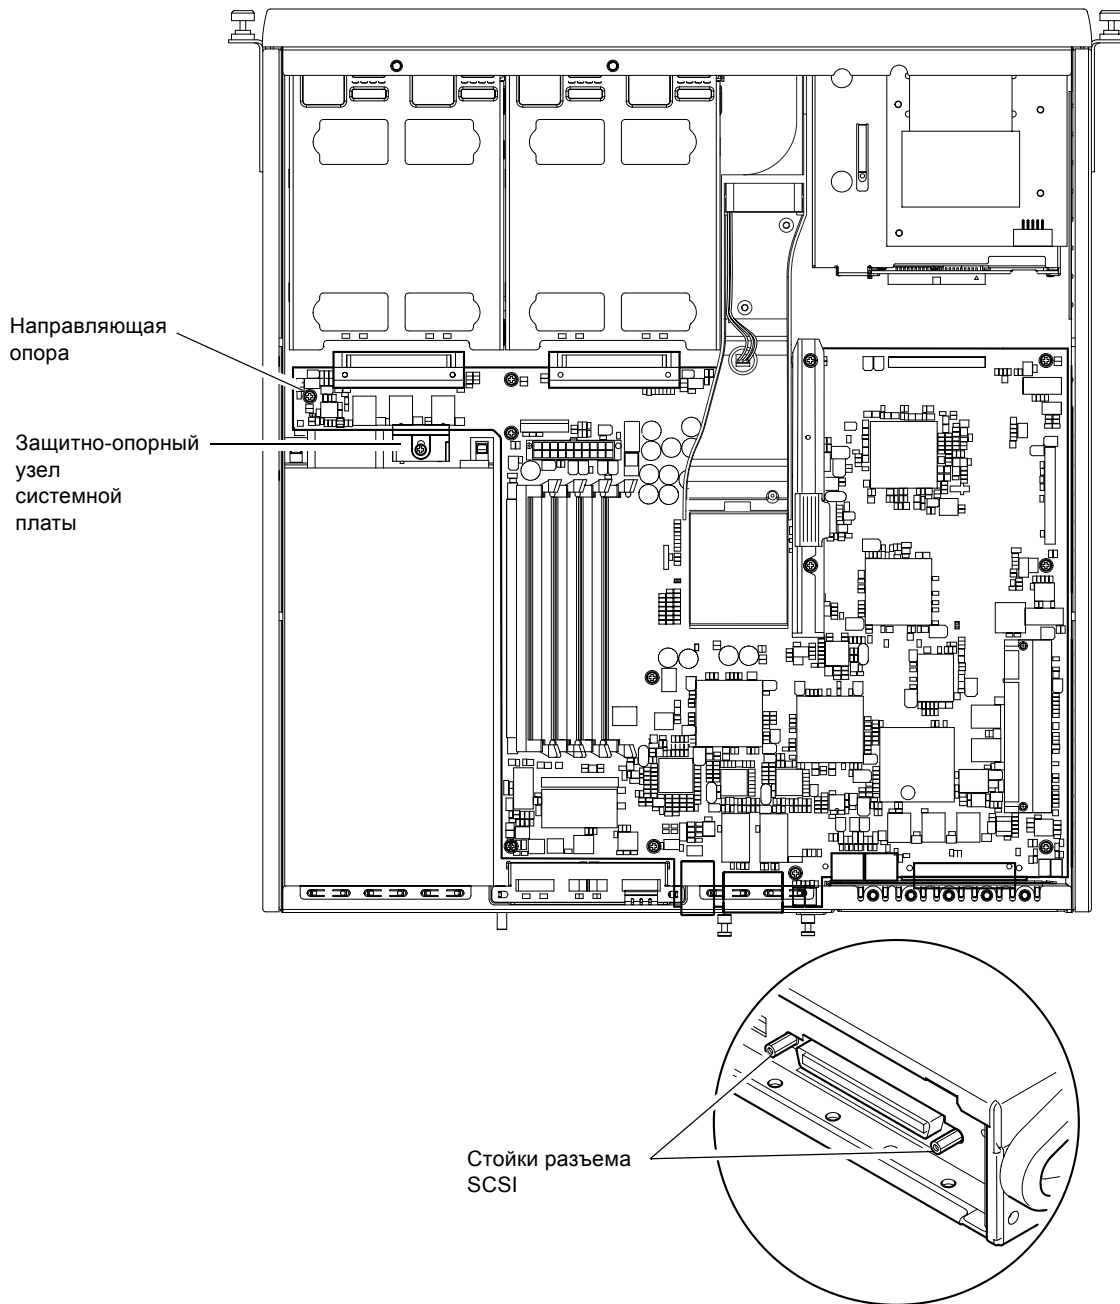

РИС. 11-7 Системная плата
10. Отверните винт защитно-опорного узла системной платы (между блоком питания и отсеком жесткого диска 1) и сдвиньте узел назад к источнику питания (см. РИС. 11-7).
11. Отверните и извлеките держатель платы PCI (см. РИС. 11-7).
12. Отверните все крепежные винты системной платы (см. РИС. 11-7).
13. Отверните стойки разъема SCSI на задней панели (см. РИС. 11-7).
3. Расположите системную плату на направляющей опоре между вентилятором блока питания и отсеком для жесткого диска 1 (см. РИС. 11-7).
4. Вставьте стойки разъема SCSI (см. РИС. 11-7) и закрутите винты (не затягивая их).
5. Закрутите все крепежные винты системной платы, не затягивая их (см. РИС. 11-7). Не заворачивайте винты в отверстия держателя платы PCI.
12. Сдвиньте защитно-опорный узел системной платы вперед до соприкосновения с системной платой (см. РИС. 11-7).